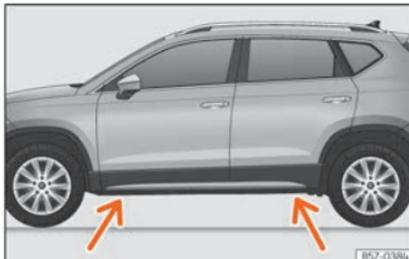

Fig. 38 Pontos de apoio do macaco.
- Procure na longarina a marca do ponto de apoio do macaco (zona afundada) mais próximo da roda a substituir » » » Fig. 38.